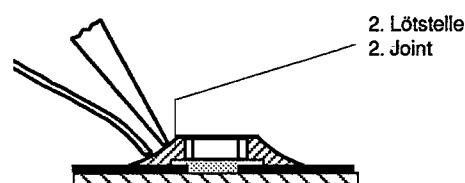

Fig. 5
5. Freie Seite löten. Nach dem Erkalten die erste Lötstelle nochmals nachlöten (Fig. 5).
6. Solder the free end of the CHIP and resolder the first soldering point after it has cooled (Fig. 5).